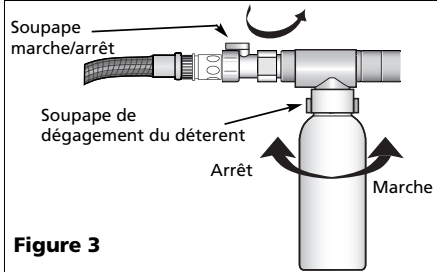

Figure 3
détergent ou de la cire en tournant la soupape de dégagement du détergent à marche ou arrêt (figure 3).
1. Pour faire tourner les accessoires, tournez la soupape marche/arrêt (figure 3).